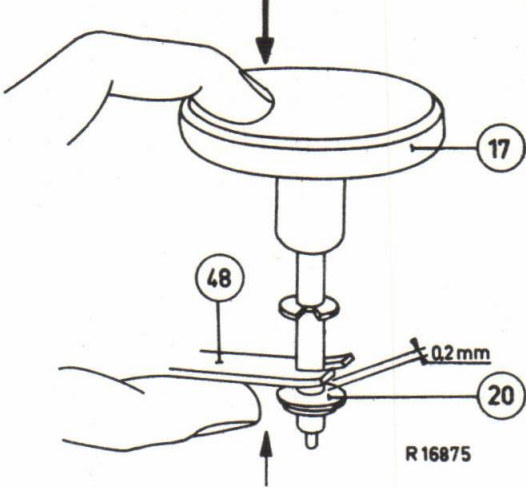

Fig.21
- 3) Apparaat in stand "in" plaatsen (zie fig.21).